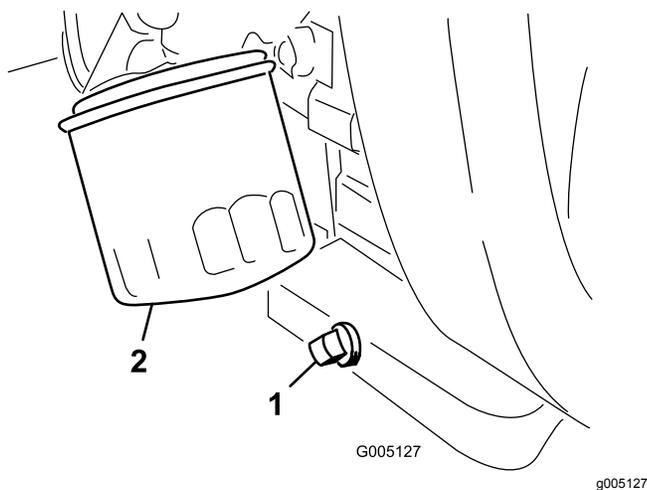

Figure 33
- Retirez le bouchon de vidange (Figure 33) et laissez couler l'huile dans un bac de vidange.
2. Nettoyez le filetage du bouchon de vidange, enduisez-le de produit d'étanchéité au PTFE et remettez le bouchon en place (Figure 33).
3. Déposez le filtre à huile (Figure 33).